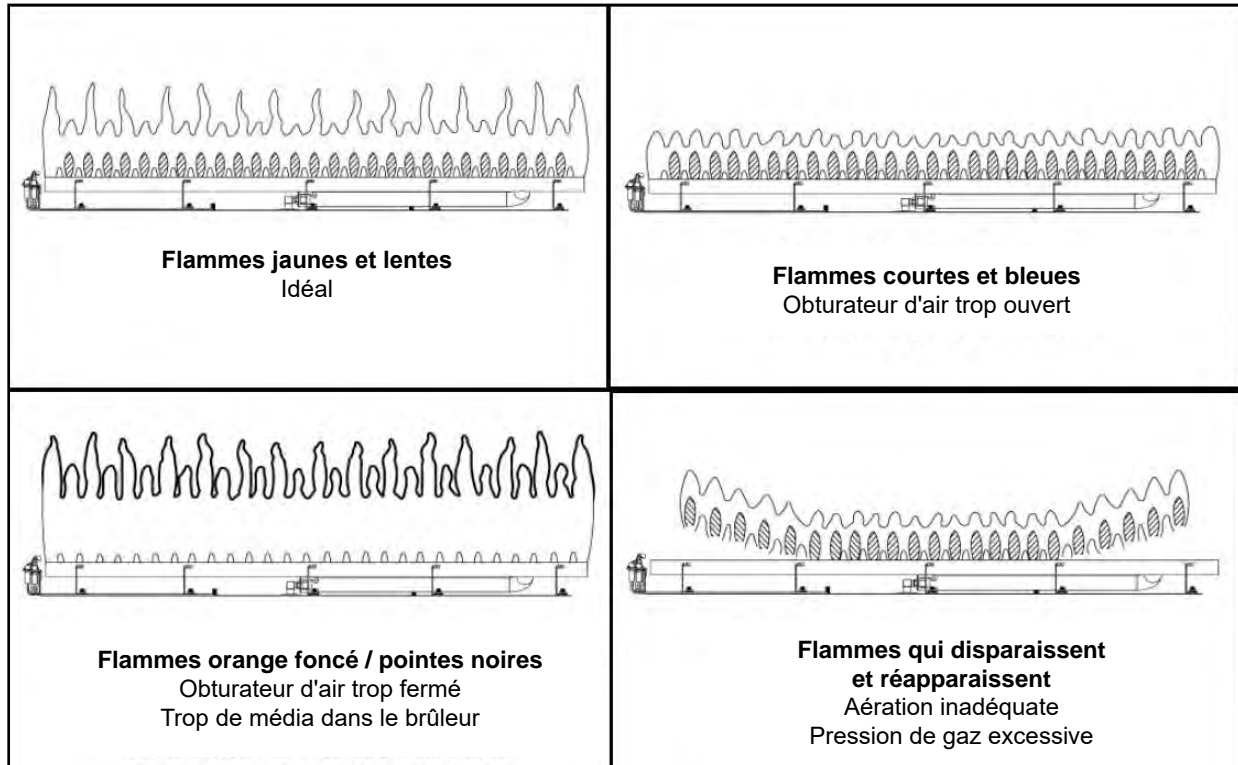
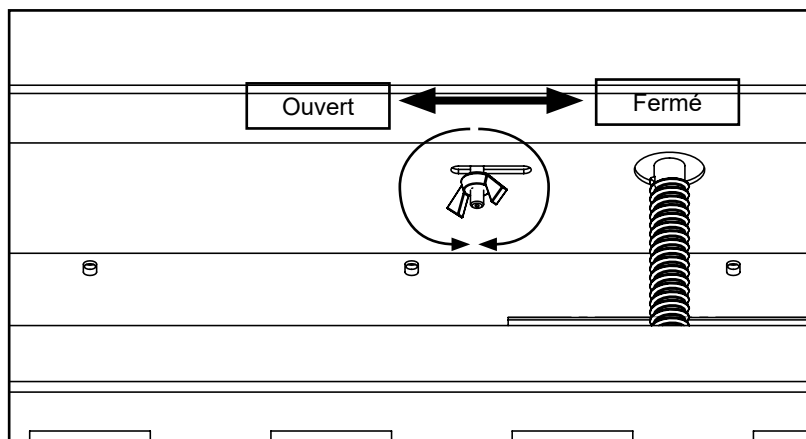

Figure 20.5.01:
Figure 20.5.02:
- Inspecter et assurer que l'allumage du brûleur principal s'effectue en moins de 4 secondes après l'ouverture de la valve à gaz principale. Les flammes devraient ressembler à celles de la **Figure 20.5.01**
Le foyer Perfection inclut un obturateur d'air situé sous le cadre vitré du foyer, servant à ajuster le débit d'air primaire pour obtenir le patron de flammes idéal, tel que montré à la **Figure 20.5.01**. Pour l'ajuster, utilisez un tournevis pour tourner la vis de réglage de l'obturateur d'air, tel que montré à la **Figure 20.5.02**. Pour ouvrir l'obturateur d'air et augmenter le débit d'air au brûleur, faites glisser l'obturateur d'air vers la gauche. Pour fermer l'obturateur d'air et réduire le débit d'air au brûleur, faites glisser l'obturateur d'air vers la droite.